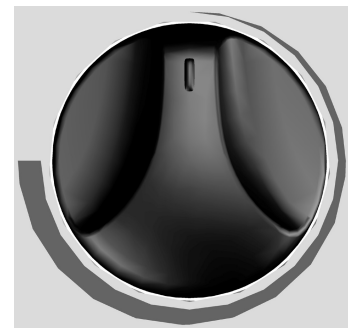

fig. 7
**fig. 6****fig. 7**
- Per attivare la funzione ANTIGELO, ruotare la manopola "B" (fig. 1) tutta in senso antiorario (fig. 7) e selezionate la potenza di riscaldamento ruotando la manopola "A".
- *To activate FROST-PROTECTION function, turn knob "B" (fig. 1) anticlockwise all the way (fig. 7) and select the heating power by turning knob "A".*
- Pour activer la fonction ANTIGEL, tourner la molette "B" (fig. 1) à fond dans le sens inverse des aiguilles d'une montre (fig. 7) et sélectionner la puissance de chauffage en tournant la molette "A".
- Zur Aktivierung der Funktion FROSTSCHUTZ drehen Sie den Knopf "B" (Abb. 1) ganz im Gegenuhrzeigersinn (Abb. 7) und wählen die Heizleistung durch Drehen des Knopfes "A".
- Para activar la función ANTICONGELACIÓN, gire la manija "B" (fig. 1) completamente en sentido levógiro (fig. 7) y seleccione la potencia de calentamiento con la manija "A".